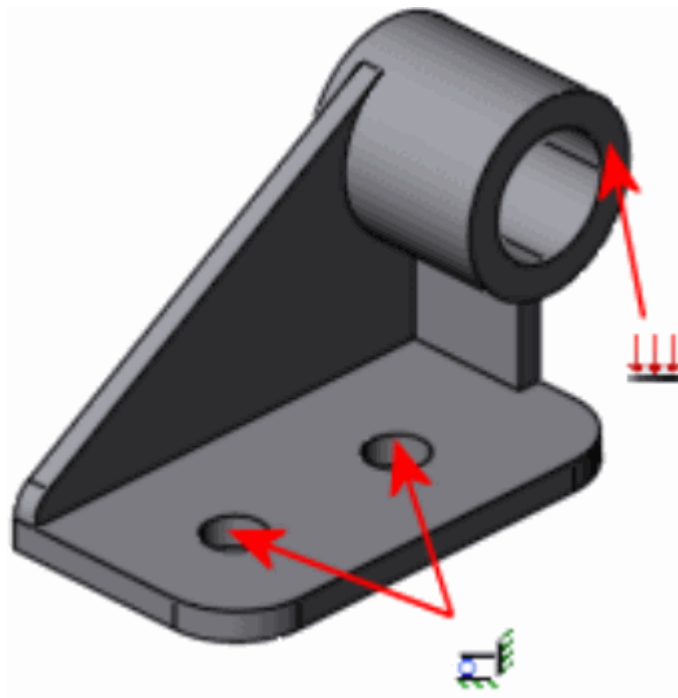

Рис. 2.1. Обмеження і тиск у деталі
- **Тиск** $6,9 \text{ Н/мм}^2$ (МПа) на поверхні, як показано на рис.2.1.
- Обмеження **Нерухома** (немає переміщень) на двох циліндричних поверхнях (отворах), як показано на рис.2.1.